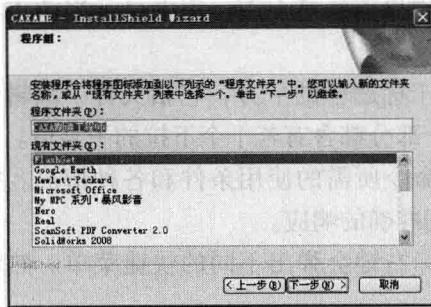

图 1-8 【程序组】对话框
(7) 在弹出的程序组创建对话框中，默认系统创建的 CAXA 制造工程师程序组，单击【下一步】按钮继续，如图 1-8 所示。